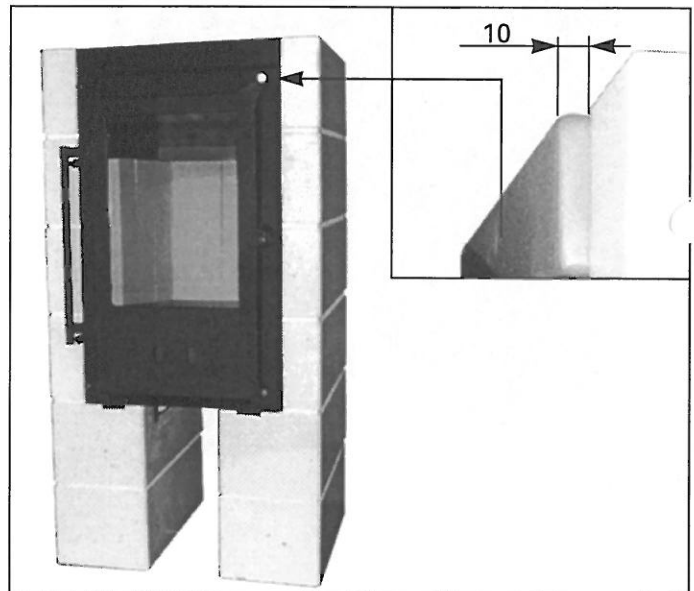

Abb. 3
- Feuerungsmodul auf das Traglager setzen und bis an den hinteren Anschlag schieben. In dieser Position muß das Feuerungsmodul vorn und hinten jeweils ca. 10 mm über die Modulelemente hinausragen (siehe Abb. 3).